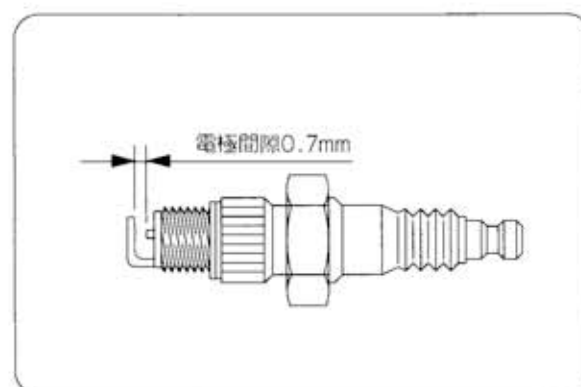

図28
- ①ボックススパナでプラグをはずしてカーボンを清掃します。(ボックススパナ21)
- ②電極の隙間が0.7mmになるように調節してください。(図28)